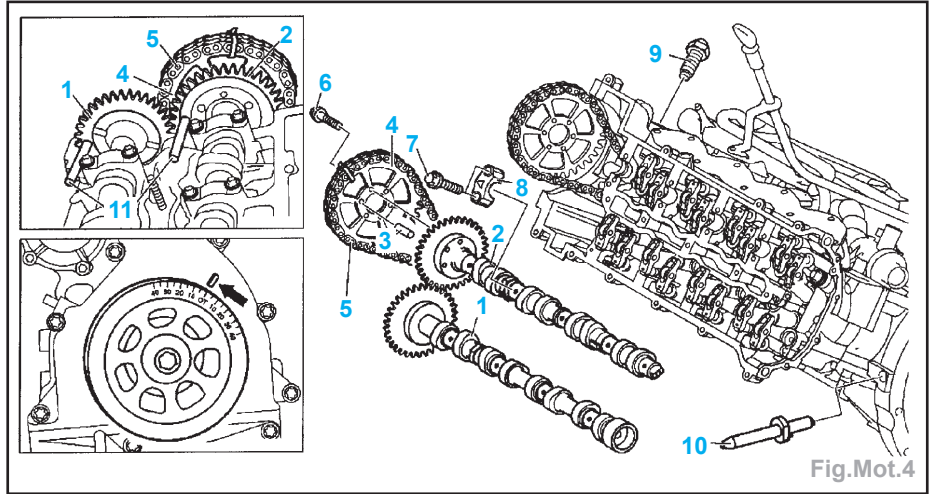

Fig.Mot.4
Nota : le repère de PMH sur la poulie de vilebrequin doit coïncider avec le repère (flèche) sur le couvercle de carter de distribution (Fig.Mot.4). Au niveau du 1^{er} cylindre, les cames sont inclinées vers le haut.
- Déposer le capteur de position du vilebrequin et insérer la pige (10) pour bloquer le vilebrequin (Fig.Mot.4).
- Repérer le pignon (4) d'arbre à cames d'admission par rapport à la chaîne de distribution (5) et les attacher ensemble par un serre-câble.
- Déposer le tendeur de chaîne (9).
- Démontez le pignon (4) de l'arbre à cames (2) avec la chaîne de distribution (5) toujours attachée dessus.
- Enlever l'arbre à cames d'admission (2) et l'arbre à cames d'échappement (1).
Nota : les goupilles (11) doivent reposer sur la culasse (Fig.Mot.4).
- Remonter le pignon (4) sur l'arbre à cames (2) avec la chaîne de distribution (5) toujours attachée dessus (Fig.Mot.4).